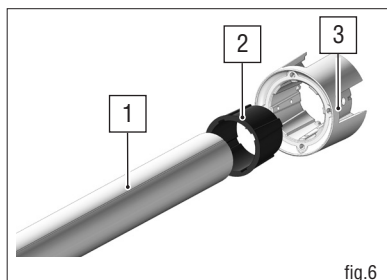
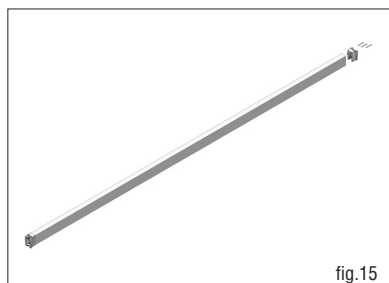

fig.6
fig.15
- profilo colonna (v. rif. 1 fig. 6);
- anello (v. rif. 2 fig. 6);
- capitello (v. rif. 3 fig. 6).
Completare l'assemblaggio della guida con il fissaggio del secondo innesto; eseguire le operazioni appena descritte (da fig. 13 a fig. 15) per ogni guida da assemblare.
La versione 2 è composta da due colonne e tre guide. Per le due colonne e la prima guida fare riferimento alle istruzioni della versione 1 dalla fig. 6 a fig. 15 per l'aggiunta delle altre due guide seguire le istruzioni di seguito riportate.